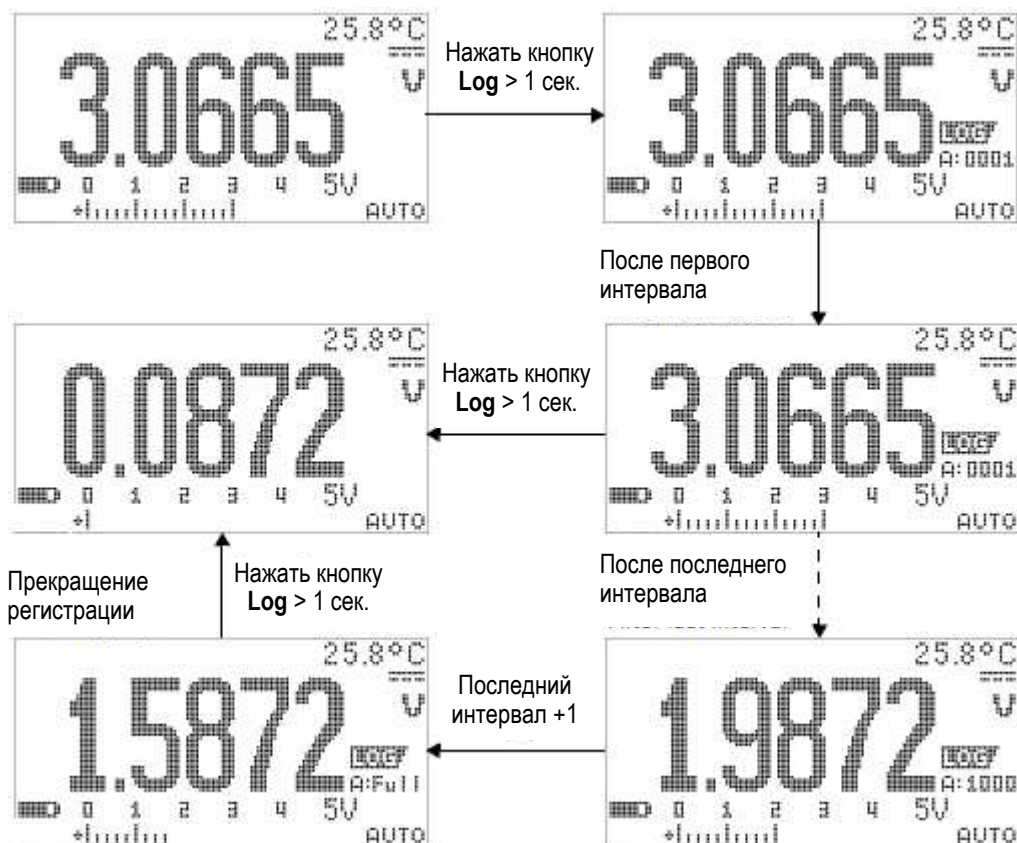

Рис. 3-10 Операции в режиме периодической регистрации данных
1. Нажмите кнопку **H_z** и удерживайте ее нажатой дольше одной секунды, чтобы занести в энергонезависимую память текущее значение и измерительную функцию на первичном индикаторе. На дисплее появляется индикация **LOG** и номер пункта регистрации. Следующие показания автоматически заносятся в память с периодом LOG TIME, заданным в меню настройки (см. рис. 3-10 на следующей странице).